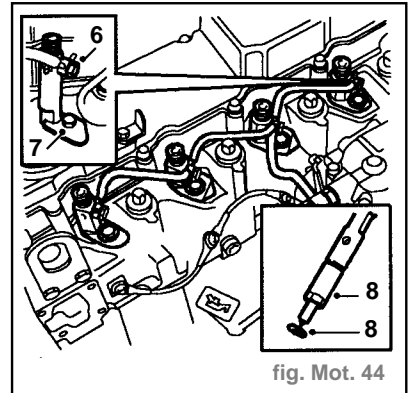

fig. Mot. 44
- Enlever le boulon de raccord banjo (6) du flexible de retour de carburant/fuite de l'injecteur et jeter les 2 rondelles d'étanchéité (fig. Mot. 44).